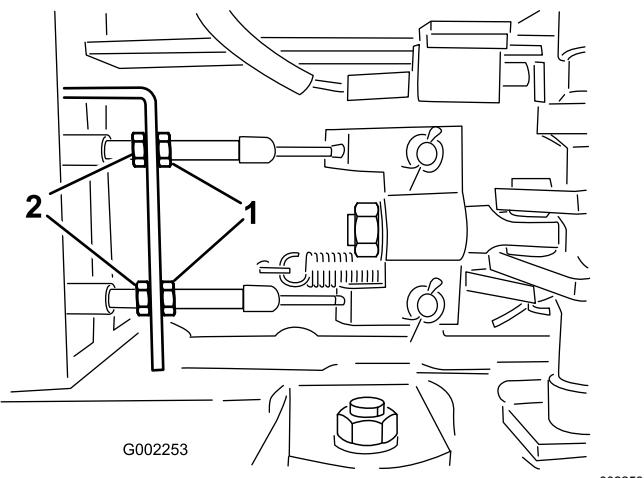

図 68
5. ブレーキケーブルの車両前端側にある前ナットをゆるめる(図 68)。
6. 後ナットを均等に締めて、ブレーキペダルの遊びを10-20 mmに調整する図 68。